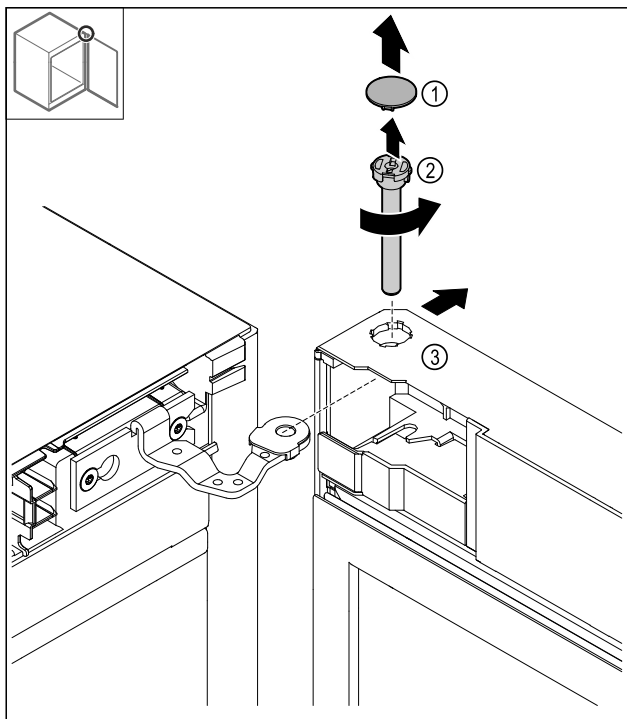

Fig. 19
- Afdekking Fig. 19 (1) wegnemen.
- Bouten Fig. 19 (2) linksom losdraaien en er uit trekken.
- Deur Fig. 19 (3) iets kantelen.